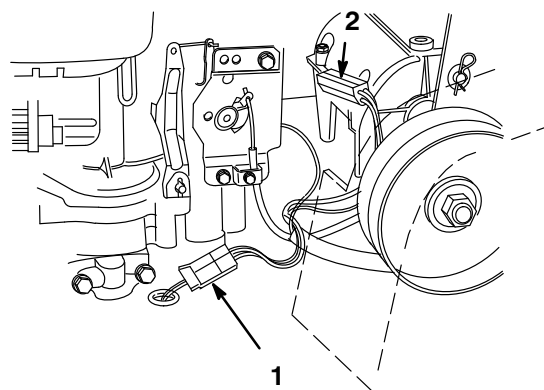

Figure 6
1. Attachez les connecteurs en ligne de l'embrayage et du moteur (Fig. 6).